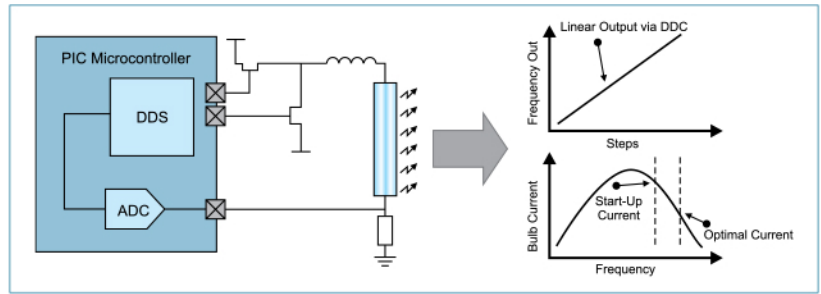

Рис. 9. Управление флюорисцентной лампой
**Пример управления фрюорисцентной лампой показан на рис. 9:**